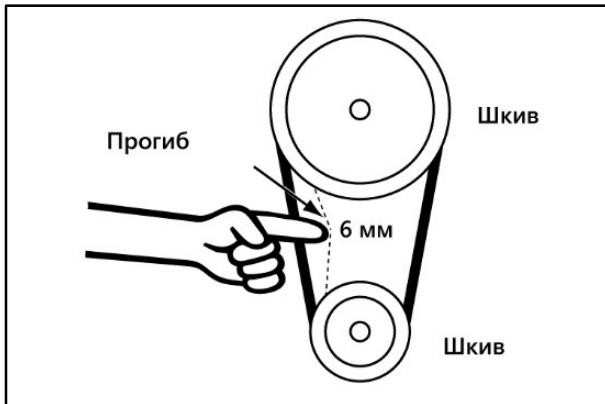

Рисунок 38.
- Опустите электродвигатель и настройте натяжение ремня так, чтобы при нажатии на ремень посередине со средним усилием, он прогибался примерно на 6 мм (рис. 38).